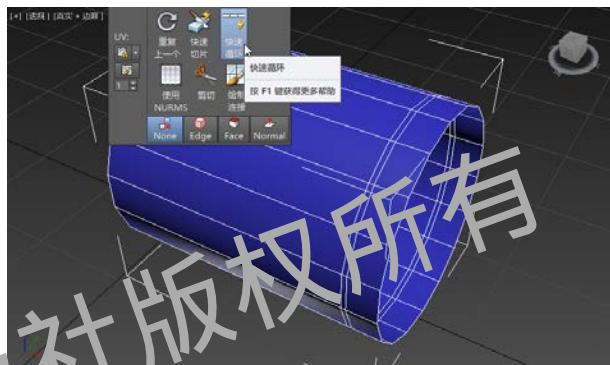

图 3-1-4 添加循环线
**STEP 04** 单击视图上面的【建模】→【编辑】→【快速循环】按钮，在圆柱体表面上快速添加两条循环线，如图 3-1-4 所示。